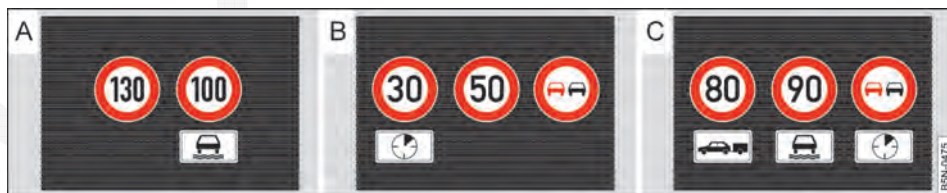

Fig. 242 No display do instrumento combinado: exemplos de limites de velocidade e proibição de ultrapassagem com placas adicionais associadas.
As sinalizações de trânsito capturadas pelo sistema de reconhecimento da sinalização de trânsito são exibidas no display do instrumento combinado → Fig. 242 e, dependendo do sistema de na-
da sinalização de trânsito apresenta até três sinalizações de trânsito válidas → Fig. 242 [B] com as respectivas placas adicionais:
- 1.º lugar: A sinalização de trânsito atualmente válida para o condutor é exibida no display à esquerda, por exemplo, um requisito de velocidade **130 km/h (100 mph)** → Fig. 242 [A].
- 3.º lugar: Uma outra sinalização de trânsito válida somente em determinadas condições é exibida em terceiro lugar, por exemplo, “proibição temporária de ultrapassagem” → Fig. 242 [C].